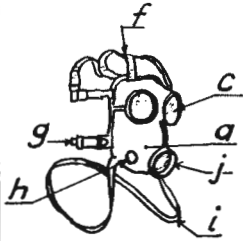

Fig. 1
Ved bruk av stridsgassfiltre som på grunn av gjennomstrømningsmotstanden gjør det tungt å puste ut, må man bruke gassmaske med utåndingsventil (h fig. 1).
1. *Ansiktsstykket* (a fig. 1) er laget av gummiert tøy. For å fa en heldig form er stykket oppskåret og forsynt med 4 sømmer. Over sømmene er påvulkanisert gummistrimler.
2. *Utåndingsventilen* (h fig. 1) består av en fjærbelastet glimmerplate, som tetter mot et metallsete. Ventilen tar ingen skade ved lagring og trenger vanligvis intet tilsyn. Det kan imidlertid forekomme at tjæreparkler kan feste seg på glimmerplaten, men disse kan lett fjernes med alkohol.
3. *Øyeglassene* (c fig. 1 og 9) består i alminnelighet av 2 glasslag, med et mellomliggende lag av «kunstig glass» (celluloid, cellon etc.). Glassene er falsset inn i en innfatning av messingringer. Som tetning er innlagt en gummiring. Innfalsingen er igjen falsset inn i ansiktsstykket.
4. *Hodestropper, nakkestropp og bærestropp* (fig. 1 og 2).
5. *Munnringen* (j fig. 1).